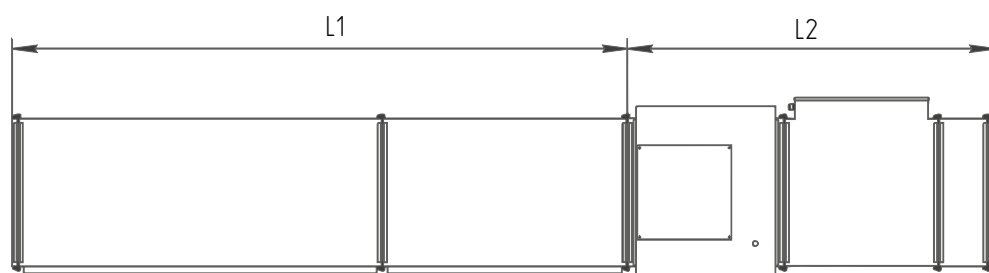

Рис. 2
- **Длина/ширина щелевых секций (см. рис. 2) воздушной завесы** должна быть равна или превышать ширину дверного проема, чтобы препятствовать проникновению холодного воздуха. Полезная длина воздушных завес — от 2 до 5 м. Если сторона проема, на которой устанавливают завесу, больше 5 метров, то следует устанавливать несколько агрегатов вплотную друг к другу